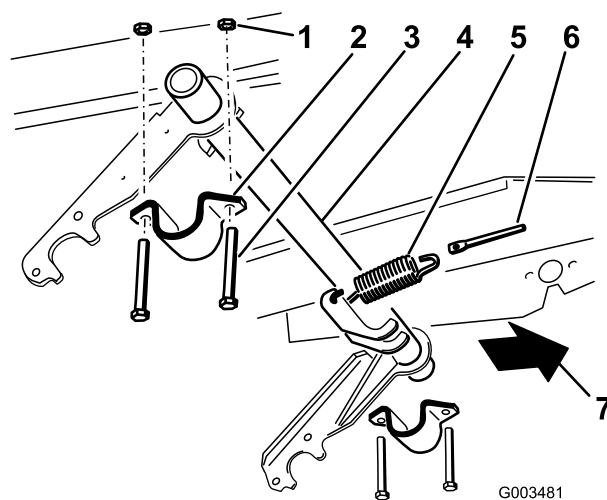

Figura 5
2. Instale provisionalmente el soporte del tubo de giro en el lado derecho (Figura 5).
3. Introduzca el extremo derecho del tubo de giro en el soporte del tubo de giro del lado derecho (Figura 5).
5. Levante el extremo izquierdo del tubo de giro hasta el bastidor e instálelo con un soporte de tubo de giro, 2 pernos (3/8 x 3 pulgadas) y 2 contratuercas (3/8 pulgada) (Figura 5).
1. Conecte el muelle de extensión a una de las palancas del tubo de giro y a la varilla del muelle (Figura 5).